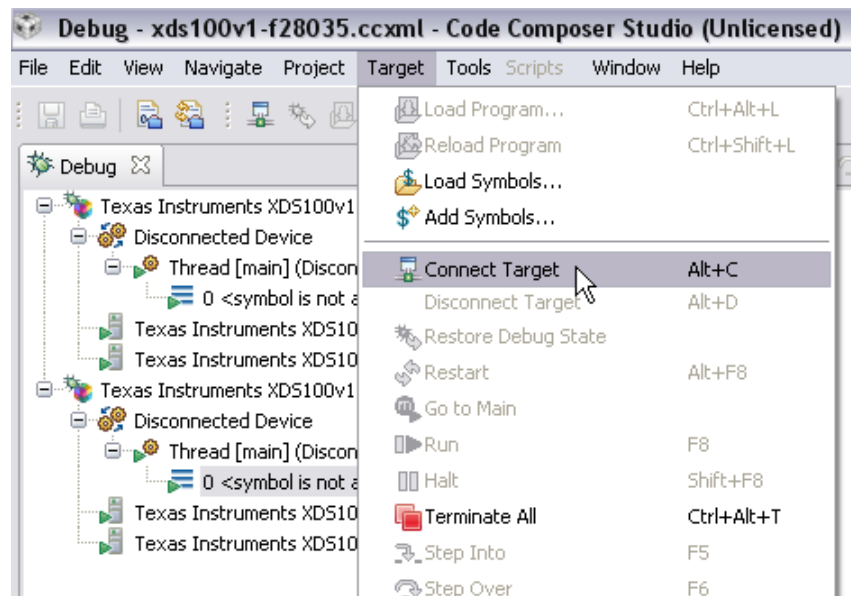

图 6. CCS 连接目标
- 单击“Target -> Connect Target”（目标 -> 连接目标）（请见图 6）。